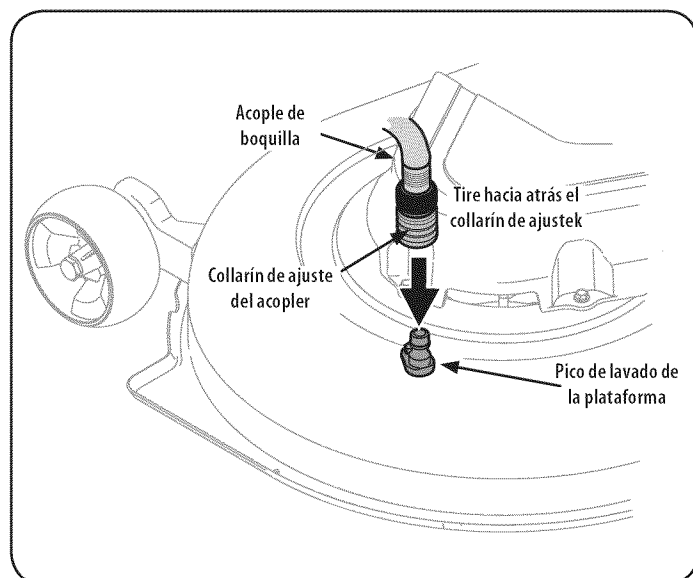

Figura 21
3. Tire hacia atrás el collarín de ajuste del adaptador del pico y empuje el adaptador hacia el pico de lavado de plataforma del extremo izquierdo de la plataforma de corte. Suelte el collarín de ajuste para trabar el adaptador en el pico. Consulte la Figura 21.